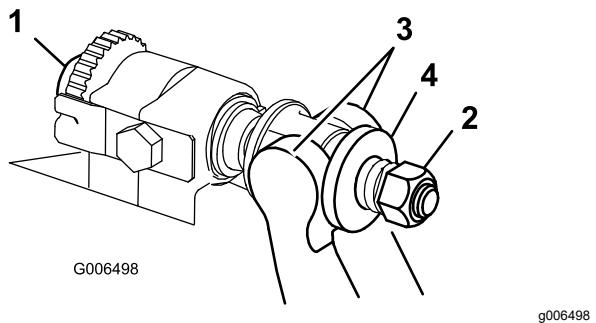

図 23
1. ベッドバー調整ねじを左に回して下刃とリールの接触を完全になくす 図 23。
2. スプリングテンションナットをゆるめて、ワッシャがベッドバーを全く押さないようにする図 23。